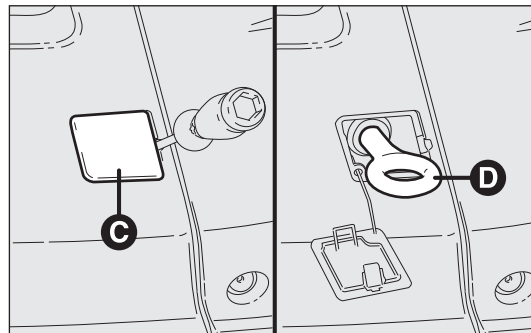

fig. 214
- ☐ prendre le tournevis fourni dans le tiroir et faire levier au point indiqué et soulever le bouchon C-fig. 214;
- ☐ prendre le crochet d'attelage D dans le tiroir et le visser sur l'axe fileté fig. 214.